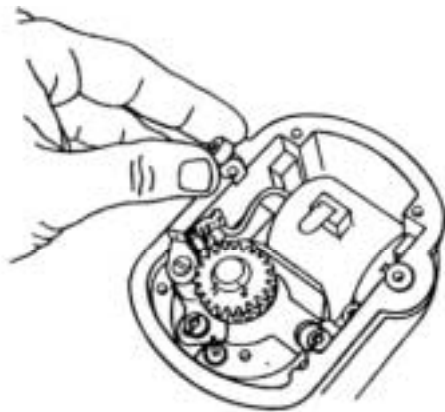

Figure 7.15
- D. Placer le bloc distributeur sur le corps de la magnéto. Le pignon et le rotor de distribution sont correctement montés lorsque l'indice sur le pignon de rotor est aligné avec l'indice de référence sur le bloc de distribution. (Voir figure 7.15 A)